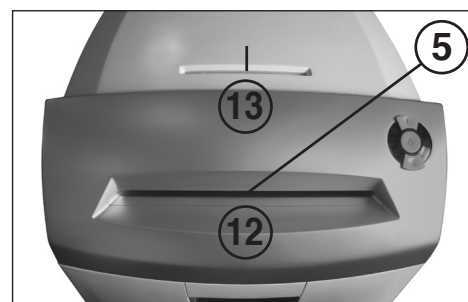

Fig. 3
- 5 = **Fotocelle (fremoverkjøring) (fig. 3)**
- 12 = **Innmatingstrakt for papir (fig. 3)**
- 13 = **Sikkerhets-innmatingstrakt (fig. 3)**
Tilfør skjæreverket **papir** gjennom innmatingstrakten for papiret (12) (fig. 3).
Tilfør skjæreverket **databærere** (CD, DVD eller kredittkort) enkeltvis gjennom den separat plasserte sikkerhets-innmatingstrakten (13) (fig. 3).